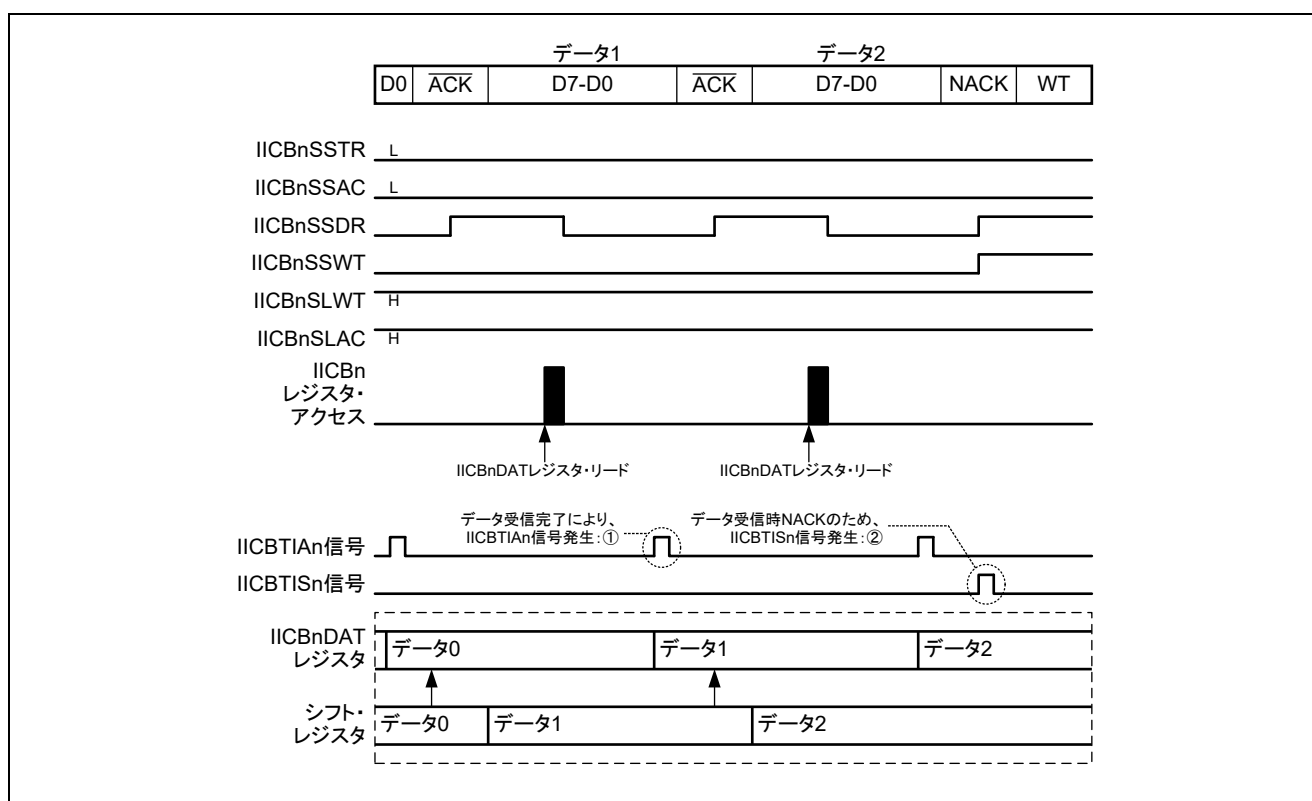

図24.12 IICBTIA_n 信号発生タイミング (受信、連続転送モード)
受信データをシフト・レジスタから IICBnDAT レジスタへデータの格納を行ったとき (図24.12の①のタイミング)。